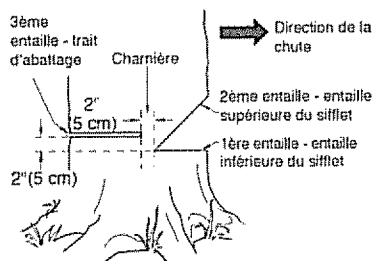

Figure 14 - Abattage d'un arbre
Un sifflet d'abattage correctement placé permet de déterminer la direction de la chute de l'arbre. Placer le sifflet d'abattage du côté de l'arbre où l'on veut qu'il tombe (voir la Figure 14, page 62). Procéder de la façon suivante pour faire le sifflet.
- 1 Faire l'entaille inférieure aussi près du sol que possible. Tenir la tronçonneuse de manière à ce que la guide-chaîne soit horizontale. Tailler sur 1/3 du diamètre du tronc d'arbre (voir la Figure 14).
Exemple : Si l'entaille inférieure a 20 cm (8 po) de profondeur, commencer l'entaille supérieure à 20 cm au-dessus de cette dernière. Scier vers le bas à un angle de 45°. L'entaille supérieure doit rencontrer l'extrémité de l'entaille inférieure (voir la Figure 14).
- De l'autre côté de l'arbre, faire le trait d'abattage à 5 cm (2 po) au-dessus de l'entaille inférieure du sifflet (voir la Figure 14). Faire le trait parallèle à l'entaille inférieure.
AVERTISSEMENT : Ne pas scier l'arbre complètement. Laisser environ 5 cm (2 po) de bois non scié directement derrière le sifflet d'abattage. (voir la Figure 14.) Cette partie non sciée sert de charnière. La charnière empêche l'arbre de se tordre et de tomber dans la mauvaise direction.